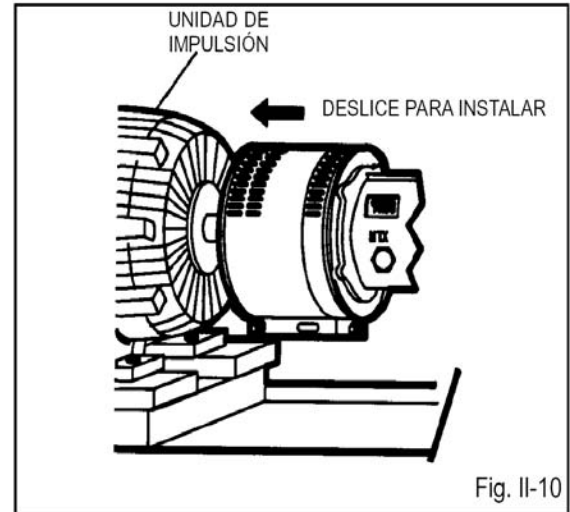

Fig. II-10
6. Ajuste el largo del protector de acoplamiento para cubrir completamente los ejes y el acoplamiento, tal como se muestra en la Fig. II-10, deslizando la mitad del protector del acoplamiento (extremo de la unidad de impulsión) hacia el motor.